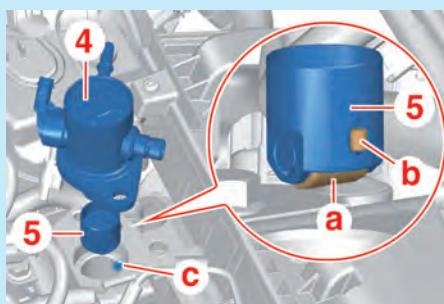

Fig.3
- Déposer le poussoir (5) de la pompe haute pression (Fig.3).